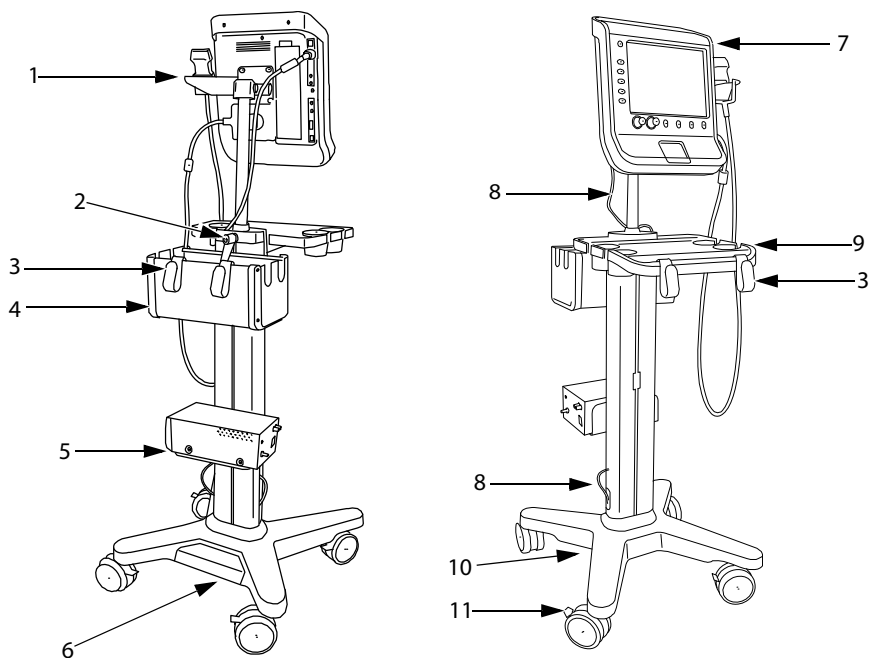

Abbildung 1 S Series-Stativ: Front- und Rückansicht (gezeigt mit optionalem Drucker, Korb und Kassette)
- ❖ Schließen Sie folgende Kabel an. Siehe Abbildung 1 auf Seite 3.
- Netzkabel (Gleichstrom) (A)
- Netzstromkabel für das System (K)